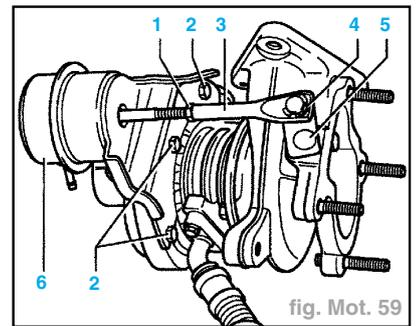

fig. Mot. 59
- Déclipser le cran (4) (fig. Mot. 59).
- Déposer les vis de fixation (2).
- Enlever la capsule de pression (6).